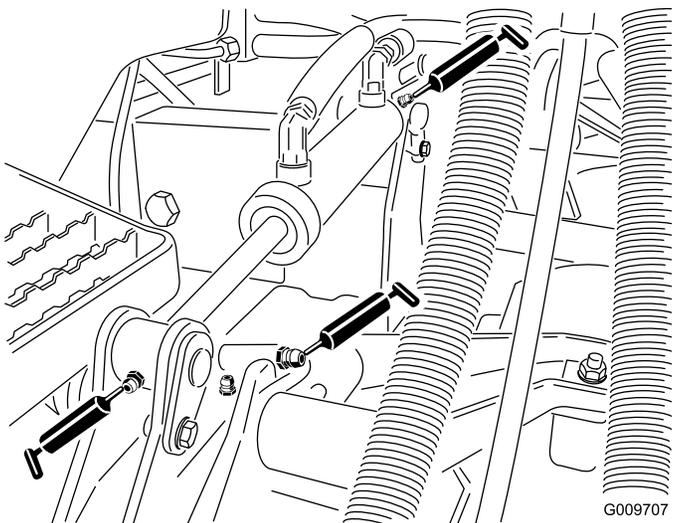

Bild 51
- Hubarmbüchsen (1 pro Mähwerk) (Bild 51)
- Hubzylinderbüchsen (2 pro Mähwerk) (Bild 51)